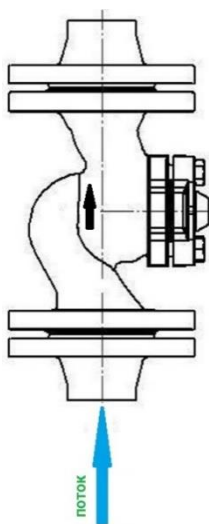

Рисунок 5 – Расположение клапана на вертикальном трубопроводе
- на вертикальном трубопроводе – направление потока должно быть снизу вверх (см. рисунок 5).